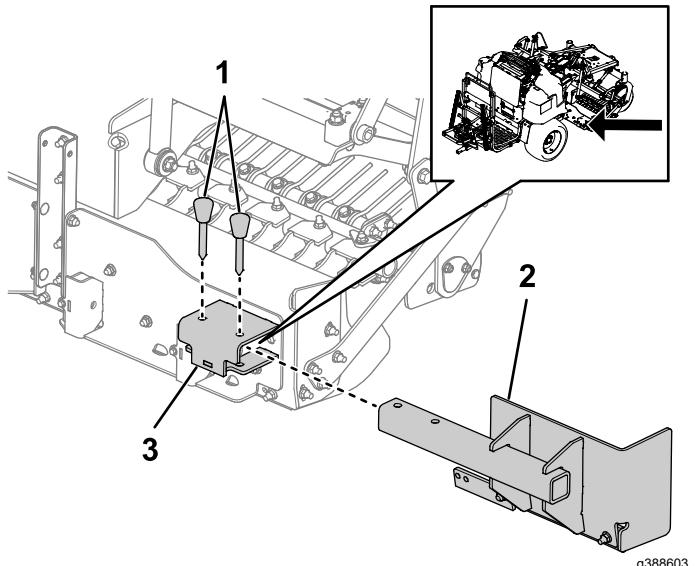

図 2
- 右側ボックスブレード延長部を、ボックスブレードアタッチメントブラケットに差し込む図2。左側ボックスブレード延長部にも同じ作業を行う。
- ストップピン2本を、ボックスブレードとボックスブレード延長アームに通す図2。左側ボックスブレード延長部にも同じ作業を行う。